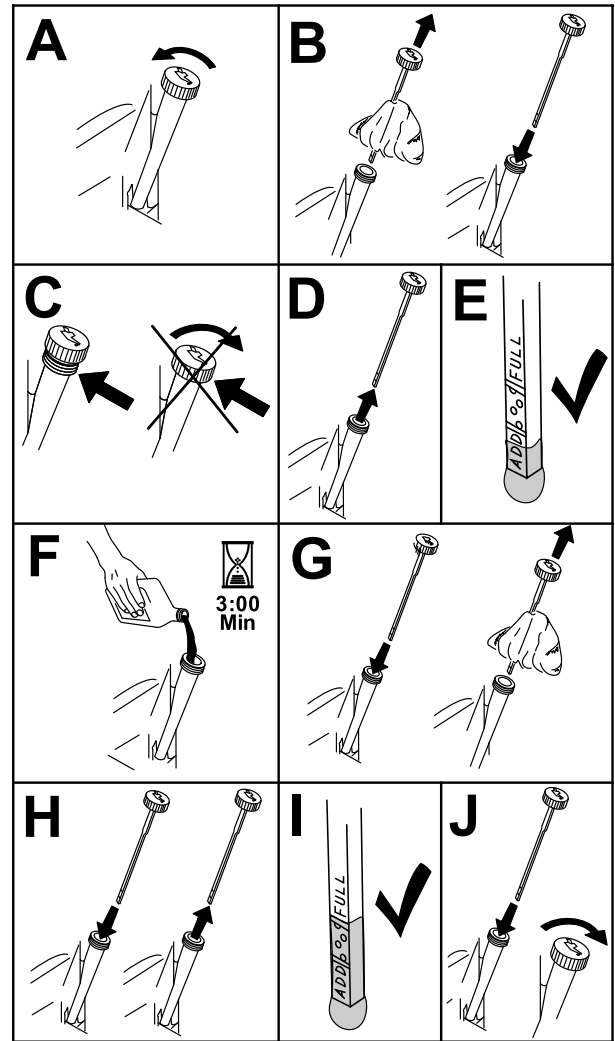

Figura 35
- Para que no entre suciedad, recorte de hierba, etc., en el motor, limpie la zona alrededor del tapón de llenado/varilla de aceite antes de retirarlo (Figura 35).